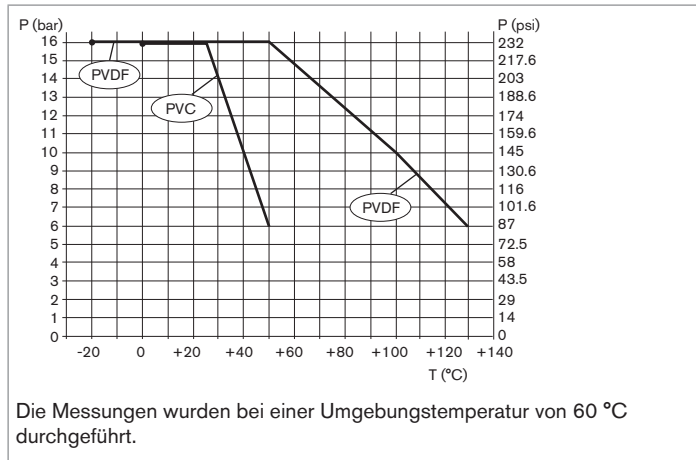
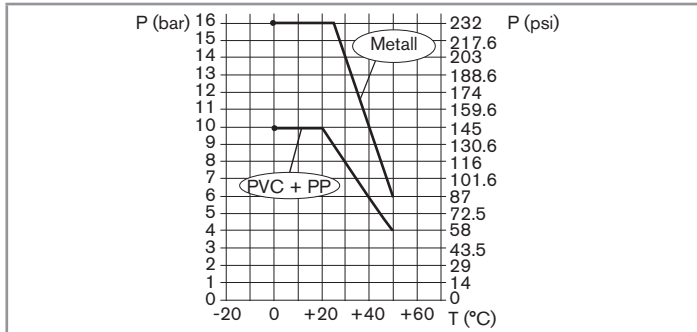
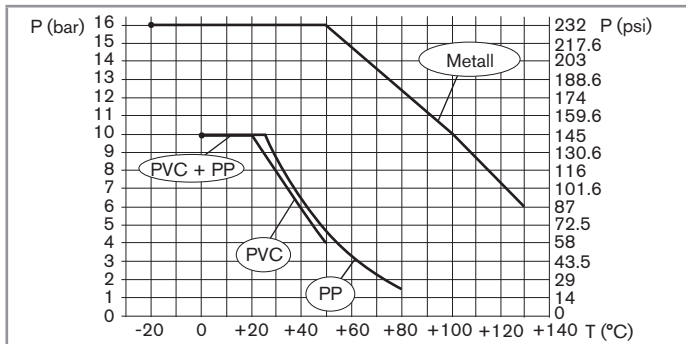

Bild 3 : Gerät ohne Sonde, Überwurfmutterwerkstoff PVC oder PVDF, Abhängigkeit Flüssigkeitsdruck-Flüssigkeitstemperatur,
Bild 4 : Gerätvariante Überwurfmutterwerkstoff PVC ohne Sonde, und S022 aus Metall, PVC oder PP, Abhängigkeit Flüssigkeitsdruck-Flüssigkeitstemperatur
Bild 5 : Gerätvariante Überwurfmutterwerkstoff PVDF ohne Sonde, und S022 aus Metall, PVC oder PP, Abhängigkeit Flüssigkeitsdruck-Flüssigkeitstemperatur
2) nicht durch UL bewertet	Der Druck der Flüssigkeit kann durch den Werkstoff der Überwurfmutter und die Flüssigkeitstemperatur eingeschränkt sein. Siehe Bild 3 , Bild 4 und Bild 5 .
<ul style="list-style-type: none"> Gerätvariante mit Überwurfmutter aus PVC 	<ul style="list-style-type: none"> 0...+50 °C <p>Die Flüssigkeitstemperatur kann durch die verwendete Sonde und den verwendete Fitting eingeschränkt sein. Siehe die entsprechenden Bedienungsanleitungen.</p> <p>Die Flüssigkeitstemperatur kann durch den Werkstoff der Überwurfmutter und den Druck der Flüssigkeit eingeschränkt sein. Siehe Bild 3 und Bild 4.</p>
<ul style="list-style-type: none"> ▪ Gerätvariante mit Überwurfmutter aus PVDF 	<ul style="list-style-type: none"> ▪ -20...+130 °C <p>Die Flüssigkeitstemperatur kann durch die verwendete Sonde und den verwendete Fitting eingeschränkt sein. Siehe die entsprechenden Bedienungsanleitungen.</p> <p>Die Flüssigkeitstemperatur kann durch den Werkstoff der Überwurfmutter und den Druck der Flüssigkeit eingeschränkt sein. Siehe Bild 3 und Bild 5.</p>